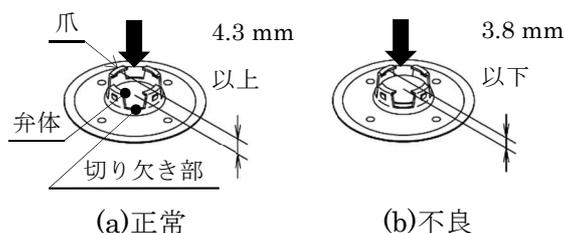

図 8 メンブレンの点検
(1)正常のメンブレン {図 8(a)参照}
(2)不良のメンブレン {図 8(b)参照}